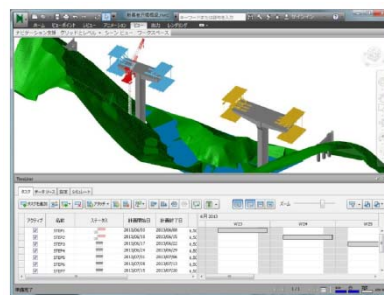

図5 工程・コストまで拡張させた試行
- ④工程・コストまで拡張させた試行（進捗管理・出来高査定等） [図5]
- ⑤維持管理を想定した施工管理記録の橋梁モデルへの登録
- ⑥その他（橋梁モデリングの検証など）